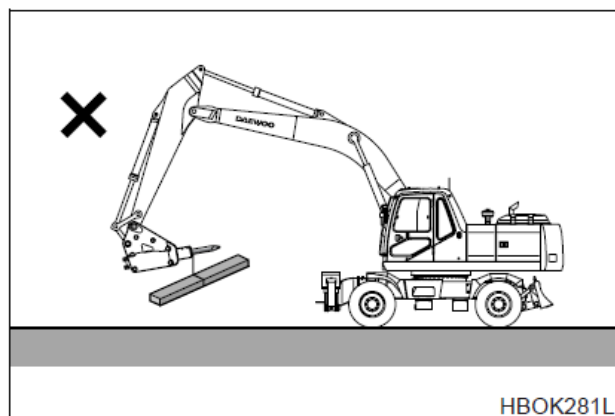

Рис. 78
7. Запрещается поднимать или буксировать что-либо дробилкой. (Рис. 78)